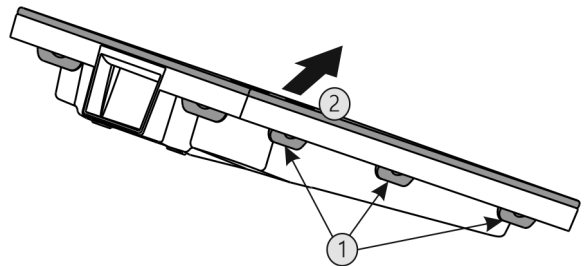

Fig. 58
- ▶ Presionar una tras otra todas las lengüetas Fig. 58 (1) y retirar la cubierta Fig. 58 (2).